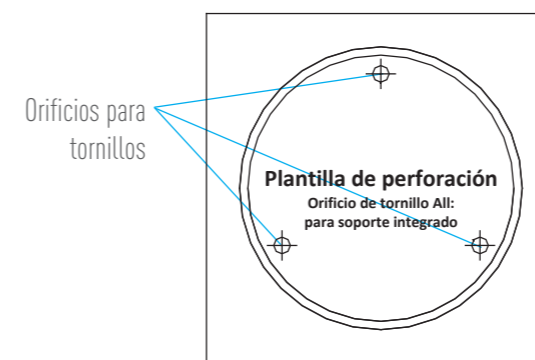

Figura 1 Plantilla de perforación
1. Adhiera la plantilla de perforación (suministrada) al lugar donde desea fijar la cámara, y luego realice las perforaciones correspondientes en la superficie de instalación de acuerdo con la plantilla de perforación (figura 1).